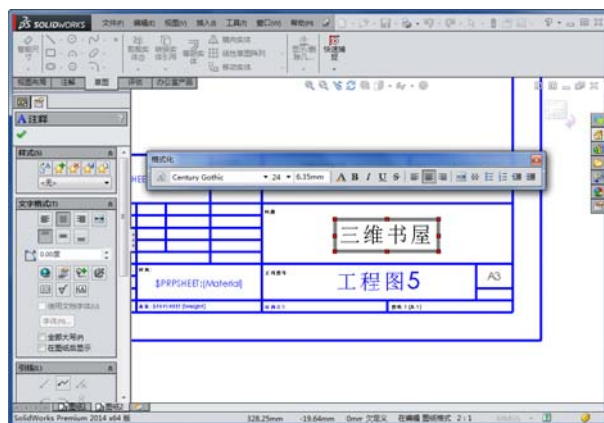

图 5-5 “注释”属性管理器
- (1) 右击工程图上的空白区域，或右击特征管理器设计树中的图纸格式图标.
- (2) 在弹出的快捷菜单中选择“编辑图纸格式”命令。
- (3) 双击标题栏中的文字即可修改文字。在“注释”属性管理器的“文字格式”栏（图 5-5）中可以修改对齐方式、文字旋转角度和字体等属性。这里输入本公司的名称替代模版文件中的公司名称。